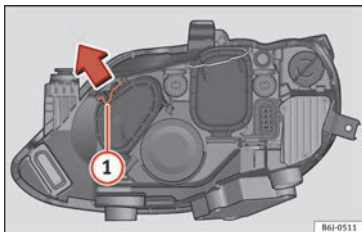

Fig. 97 Faro doble.
- Desplace el tirante (1) en el sentido de la flecha y saque la tapa » fig. 97.